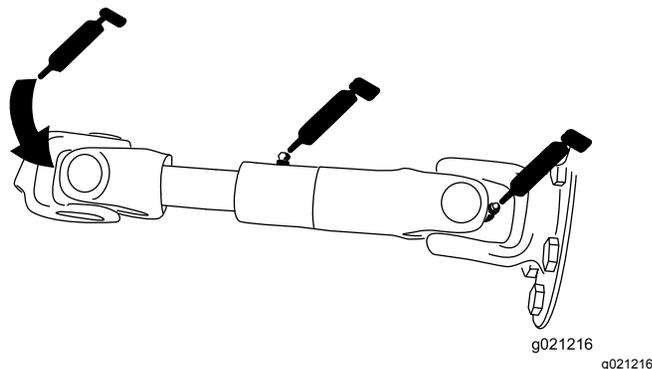

Рисунок 74
- Вал привода насоса (3 шт.) (Рисунок 74)